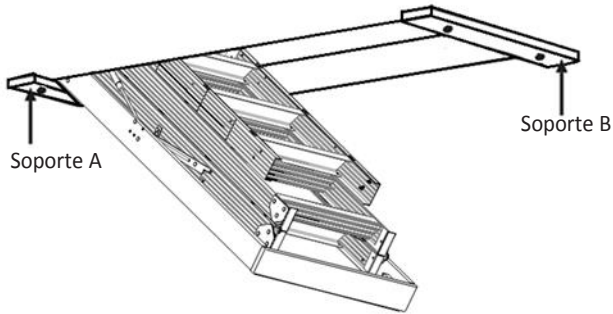

FIGURA 6
E. La persona que este abajo, tendrá que levantar la escalera de ático hacia la abertura del techo y deberá ser asistido por la persona en el ático, asegurando la escalera sobre los soportes temporales (Figura 6).